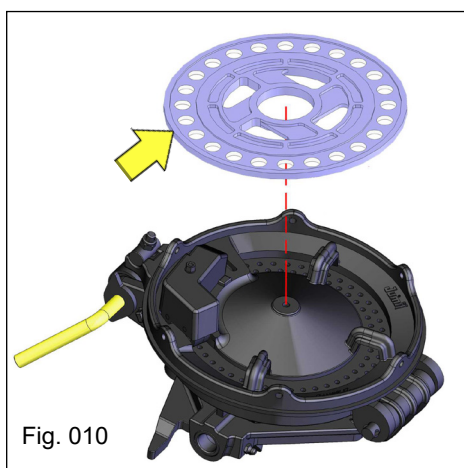

Fig. 010
- Sistema de regulagem para desarme do sistema de acionamento dos distribuidores de adubo e sementes "A", (Fig. 010).
Para a Plantadora **3080 Supera MG** é fornecido o sistema distribuidor de sementes mecânico horizontal (Fig. 010).
A **Jumil** fornece diversos tipos de discos para o sistema de distribuição de sementes pneumático (Fig. 010), adaptando às diversas variedades de culturas e tamanhos das sementes. Os discos são de plástico, que apresenta uma melhor eficiência do vácuo que segura a semente.